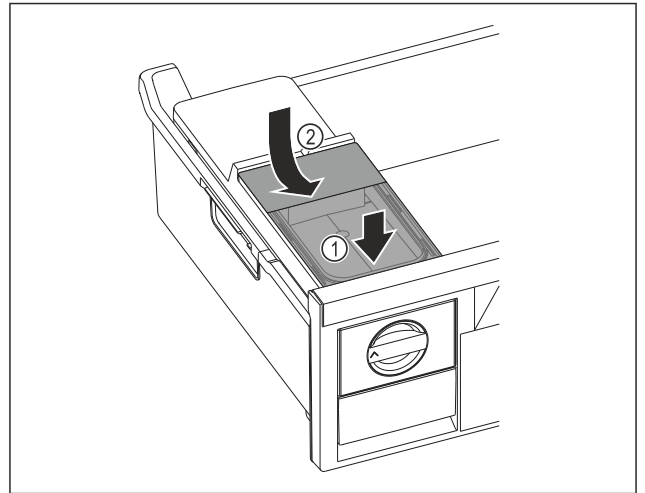

Fig. 104
- ▶ Elöl tegye fel a víztartályt. Fig. 104 (1)
- ▶ Hátról engedje le a víztartályt. Fig. 104 (2)